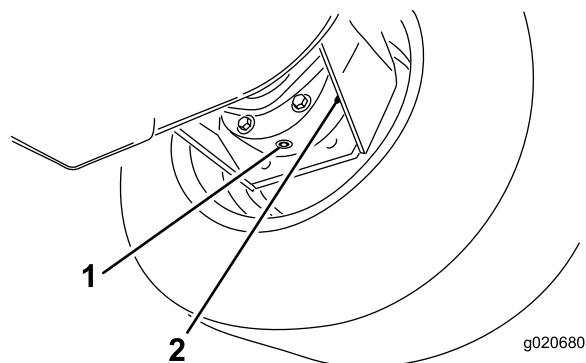

Figura 60
3. Mettete una bacinella sotto la scatola del freno, togliete il tappo di spurgo e lasciate defluire l'olio (Figura 60).